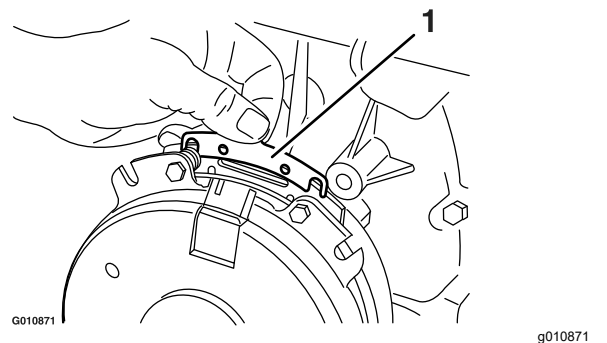

Figure 83
- B. A l'aide d'une pince à becs longs ou avec les doigts, saisissez la languette et déposez la cale (Figure 83).